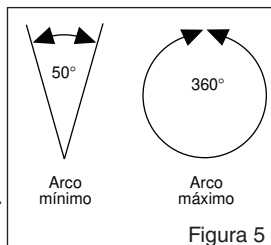

Figura 5
- 3 Ajuste a cualquier arco entre 50° y 360° (Figura 5).